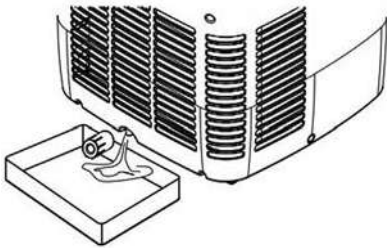

Abb. 1
- Ziehen Sie vor der Lagerung den Gummistopfen an der Unterseite des Ablassanschlusses heraus (10) und lassen Sie das Wasser in einen Behälter ablaufen. (Abb. 1) Lassen Sie zur Trocknung der Spirale den Ventilatormodus für einige Stunden laufen, um Schimmel zu vermeiden.